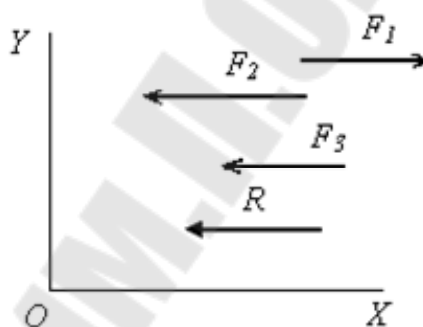

Рис. 5
9. Если на тело, находящееся в равновесии, действуют три силы, то их линии действия пересекаются в одной точке (рис. 5).